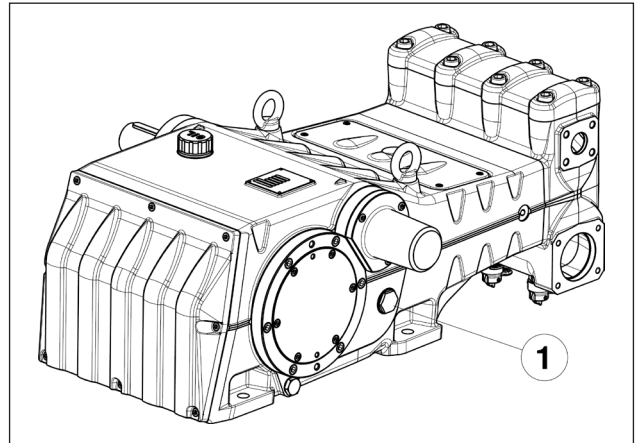

Fig. 8
5. L'huile dans le carter de la pompe est au bon niveau, en le vérifiant à travers les témoins présents sur les côtés du carter (rep. ①, Fig. 8).